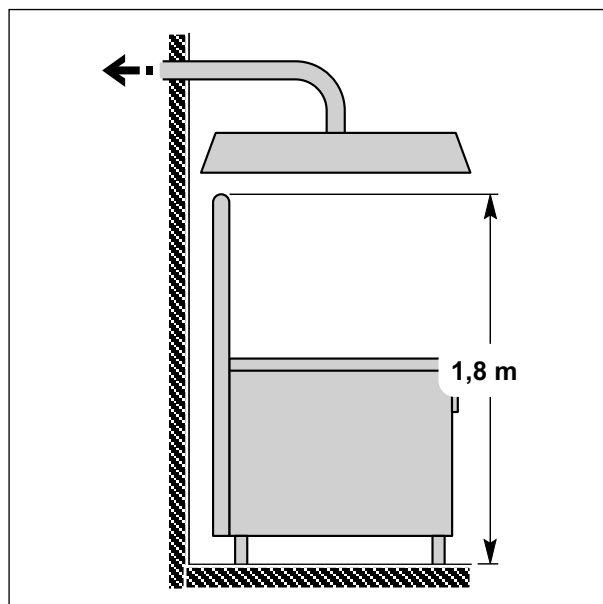

Fig. 27 Évacuation des fumées à travers la hotte aspirante
- La partie terminale du conduit d'évacuation de l'appareil doit se trouver à environ **1,8 m** de la surface d'appui de l'appareil et le débouché du conduit d'évacuation des produits de combustion doit être situé dans le périmètre de base de la hotte (voir Fig. 27 *Évacuation des fumées à travers la hotte aspirante*).